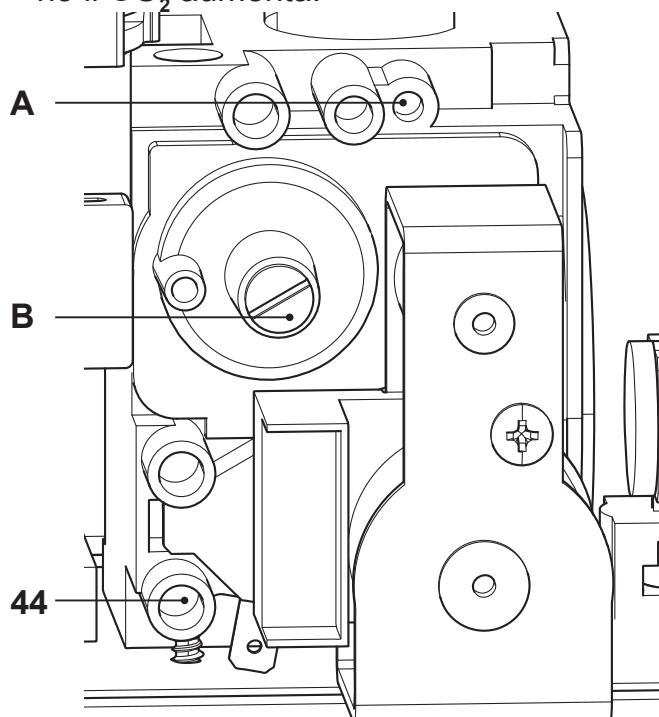

Figura 12.8
- A caldaia spenta (fuori servizio), controllare la pressione di alimentazione utilizzando la presa 44 in Figura 12.8 e confrontare il valore letto con quelli riportati nella tabella Pressioni di alimentazione gas nella sezione "Dati tecnici M270V.2025 HM" a pag. 30.
- Richiudere bene la presa di pressione 44 in Figura 12.8.
- Per tarare il CO_2 della caldaia (pressione del gas al bruciatore) svitare completamente il tappo in ottone di protezione **B** e agire sulla vite a brugola \varnothing 4 mm sottostante Figura 12.8, girando in senso orario il CO_2 aumenta.
- Se i due dati non coincidono agire sulla vite regolazione massimo RQ (**A** in Figura 12.8) della valvola gas e tarare il **CO₂** allo stesso valore riportato nella sezione "Dati tecnici M270V.2025 HM" a pag. 30. Girando in senso orario il **CO₂** diminuisce.